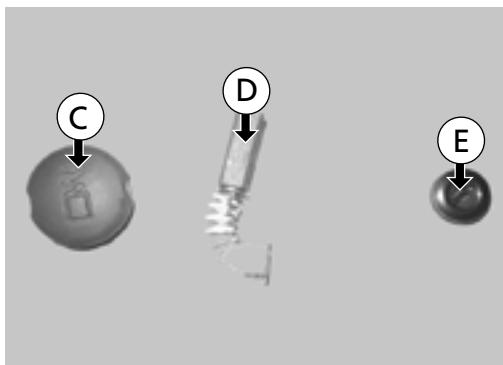

Fig. 52
Para cambiar las escobillas, abrir la tapa de alojamiento (C) de las escobillas y soltar con un destornillador la tapa roscada (E) de acceso a la escobilla (D) - (Fig. 52).